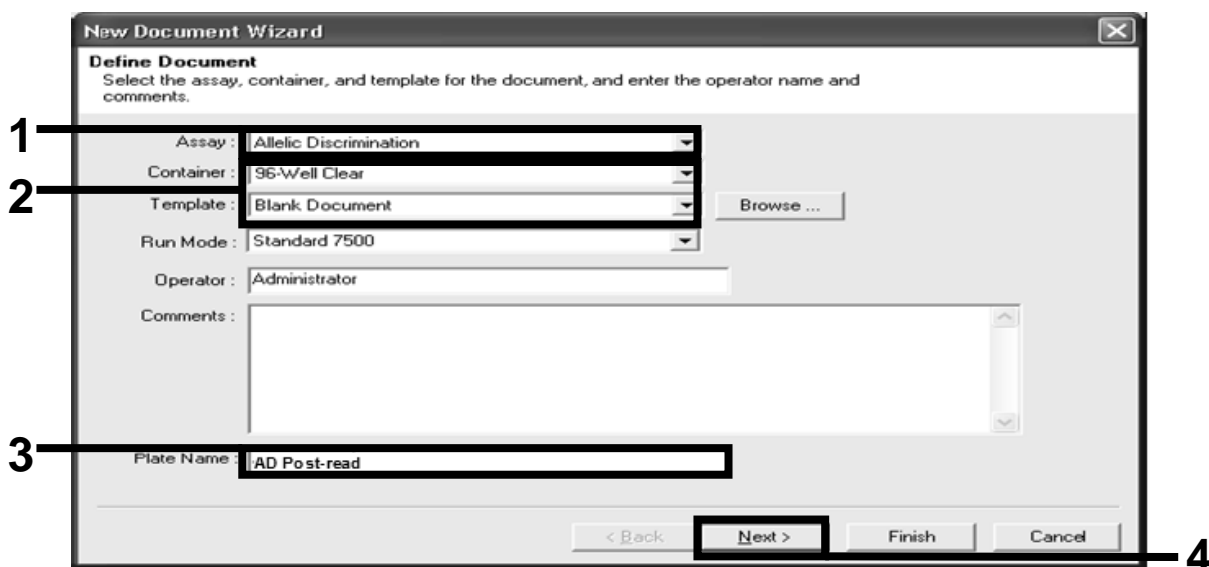

Ilustración 13. Configuración predeterminada para crear un nuevo procesamiento poslectura (“New Document Wizard” [asistente para documentos nuevos]).
- 12. En el cuadro de diálogo “New Document Wizard” (Asistente para documentos nuevos), haga clic en la lista desplegable “Assay” (Ensayo) y seleccione “Allelic Discrimination” (Discriminación alélica) (ilustración 13).**
13. Acepte la configuración predeterminada para los campos “Container” (Contenedor) y “Template” (Molde) (“96-Well Clear” (Placa vacía de 96 pocillos) y “Blank Document” (Documento en blanco), ilustración 13). En el campo “Plate Name” (Nombre de placa), introduzca *AD Post-read* (poslectura) (ilustración 13) y, a continuación, “Next>” (Siguiete) para acceder al cuadro de diálogo “Select Markers” (Seleccionar marcadores).